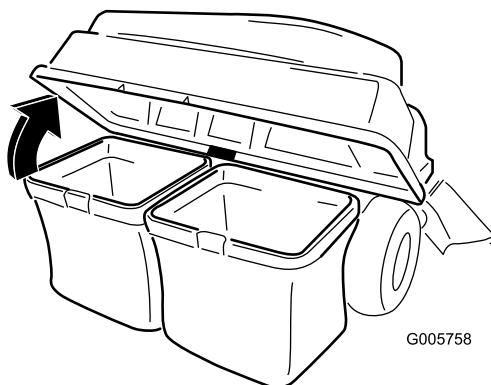

Figure 22
3. Ouvrez (soulevez) le couvercle du système de ramassage (Figure 22).